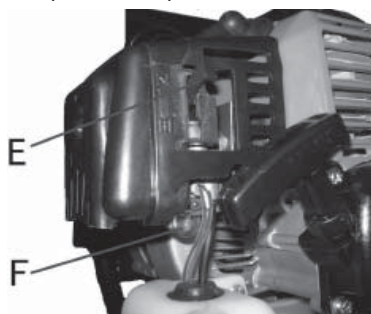

Рис. 4
4. Установите рычаг воздушной заслонки (Е, Рис.4) в положение «Закрыто».
5. Нажмите насос подкачки (F, Рис.4) несколько раз, пока топливо не выйдет из топливной трубы.